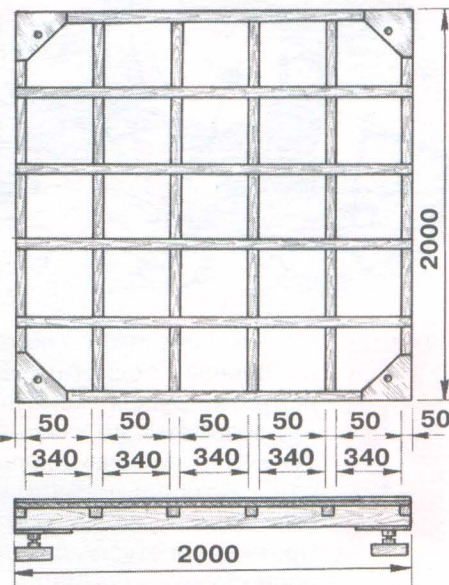

Рис. 1
Игровой стол собирается из двух одинаковых секций, выполненных из обрезной доски сечением 100х50 мм. Из этого материала изготовьте две рамы размером 2,0х2,0 м (см. рис. 1). Противоположные стороны соедините обрешеткой, поверх которой уложите лист ДСП. Игровую поверхность каждой секции обклейте линолеумом.
**П**остроить настоящую лодку из дерева, оснастить ее парусом, рулем, конечно же, возьмется не каждый. Тут нужны не только хорошие материалы, инструменты, но и умение, опыт. Поэтому советуем сначала попробовать свои силы в постройке простейшего надувного плотика (рис. 1), ведь в предлагаемой конструкции можно использовать обычные автомобильные камеры — те, что так охотно используют мальчишки в своих играх на воде.